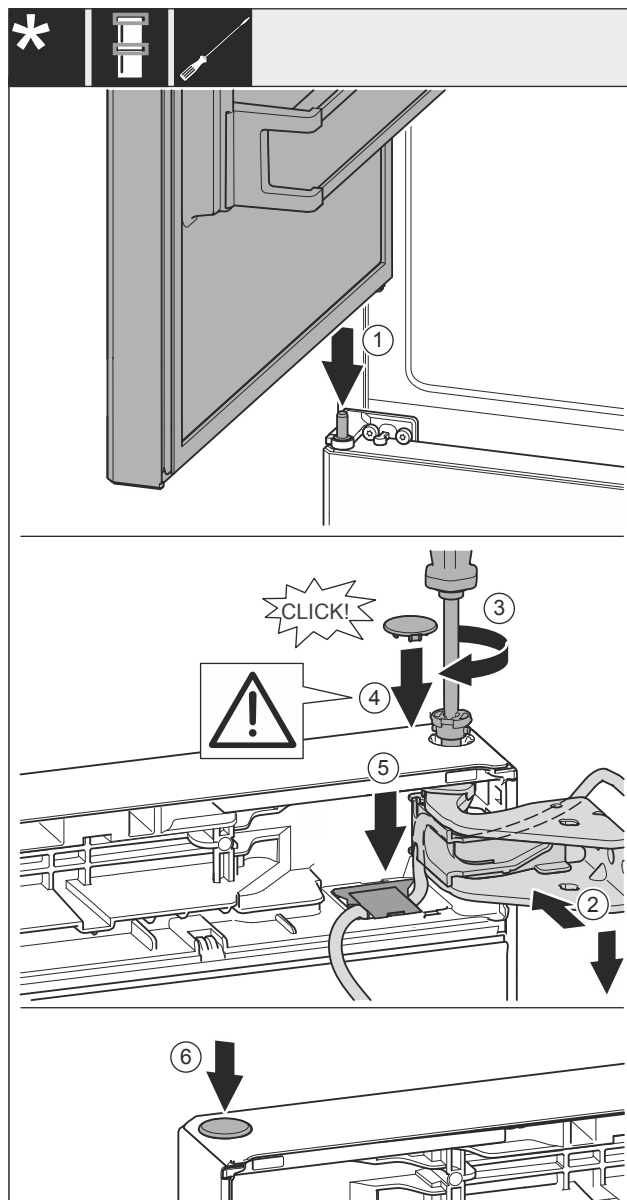

Fig. 38
- Așezați ușa superioară pe bolțul central de lagăr Fig. 38 (1).
- Aliniați ușa sus spre deschizătură în suportul de lagăr Fig. 38 (2).
- Introduceți bolțul Fig. 38 (3) și înșurubați-l ferm cu șurubelnița.
- Montați capacul Fig. 38 (4).
- Controlați să fie capacul Fig. 38 (4) așezat pe ușă.
- Introduceți capacul Fig. 38 (5) și apăsați în jos până când se fixează în poziție.
- Montați capacul Fig. 38 (6).